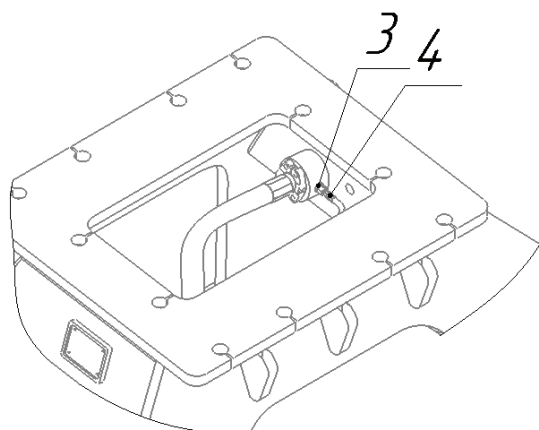

Рис. 1
2. Открутить гибкий рукав поз. 4 с угловым штуцером рожковым ключом S22 (для трамбовки 30-ой серии использовать рожковый ключ S19) от патрубка сливной магистрали (Рис. 1), демонтировать ввертный штуцер рожковым ключом S19 поз. 3 (Рис. 2). Ввернуть заглушку шестигранным ключом S6 поз. 2 (Рис. 3) в патрубок сливной магистрали.